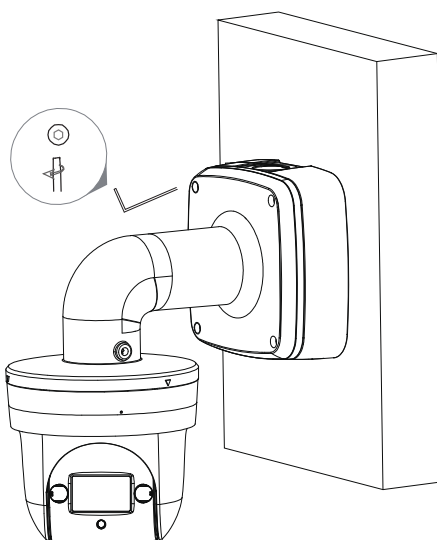

Рисунок 4.7 – Монтаж
12. С помощью ключа S3.0 «Шестигранник» из комплекта поставки кронштейна BOLID BR-107 затяните винты для фиксации (Рисунок 4.7).